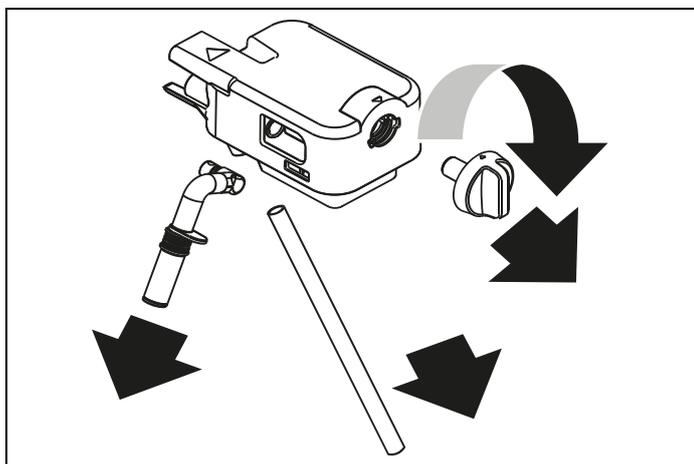

Fig. 52
- Tournez la molette de réglage de la mousse dans le sens des aiguilles d'une montre jusqu'à la position « INSÉRER » (Fig. 52), puis retirez-la.